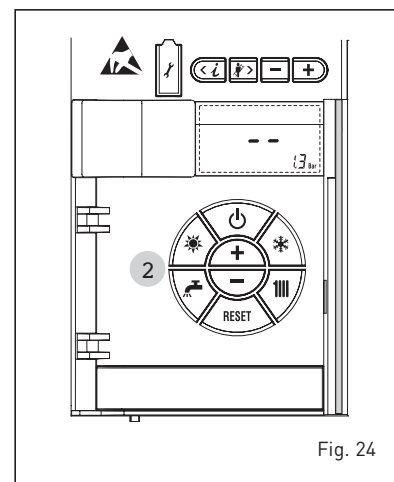

Fig. 24
ENCENDIDO CALDERA (fig. 24)
APAGADO DE LA CALDERA (fig. 24)
En caso de breves ausencias, pulsar la tecla () del panel de mandos (pos. 2). El display se presenta como indica la fig. 24.